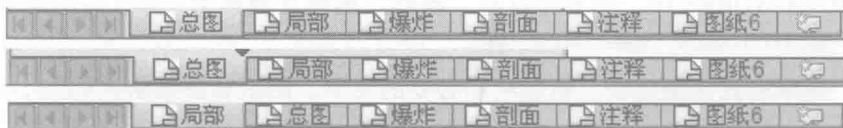

图 1-9 图纸重新排序
3. 图纸重新排序 图纸可以直接通过拖拽的方式重新排序。这种方法也可以用在 FeatureManager 和页标签上，如图 1-9 所示。按住 Ctrl 键，可以选择多张图纸。